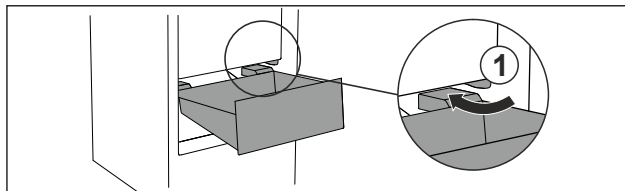

Fig. 74
- Lirka låda snett kring stoppklackarna Fig. 74 (1).